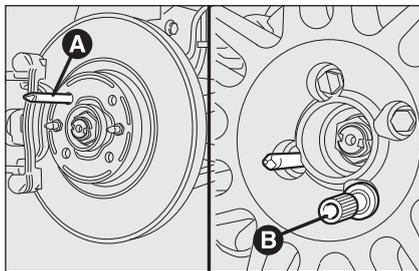

fig. 9
- apriete el espárrago de centrado **A-fig. 9** en uno de los orificios de los tornillos de fijación presentes en el buje;